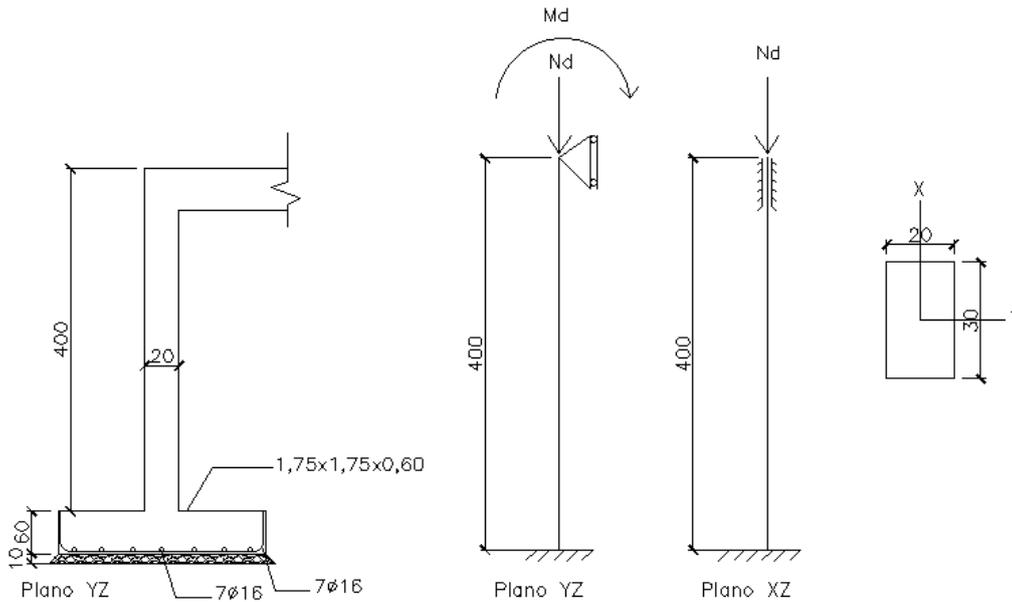

Figura 2: Planos proyectados del pilar (unidades en cm).
Se desean diseñar los pilares que sustentan el entrepiso de un depósito industrial. Estos están sometidos a una directa de cálculo  $N_d = 300 \text{ kN}$  y un momento de cálculo  $M_d = 100 \text{ kNm}$ . Cada pilar está empotrado en la cimentación y se comporta como elemento empotrado-apoyado en el plano YZ y como elemento bi-empotrado en el plano XZ, tal como se indica en la Figura 2.
- También se ha cometido un error en la cimentación: fue proyectada mediante zapatas aisladas de canto 60 cm, pero debido a una interpretación incorrecta de los planos, se les ha descontado 10 cm de la capa de hormigón de limpieza, y su canto ha quedado reducido a **50 cm**. Se desea comprobar si el armado indicado en la Figura 2 es suficiente para resistir sus esfuerzos.